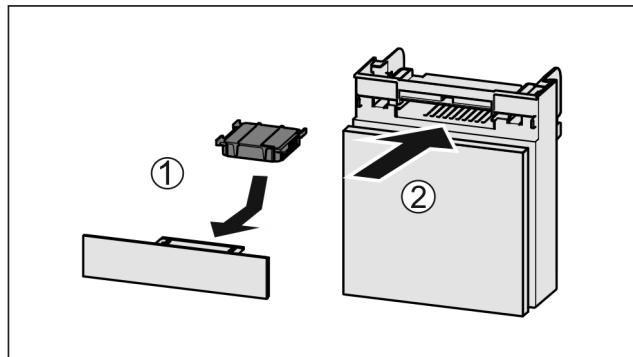

Fig. 115
- Aktivkohlefilter nach Abbildung einsetzen Fig. 115 (1).
► Fach einschieben Fig. 115 (2).